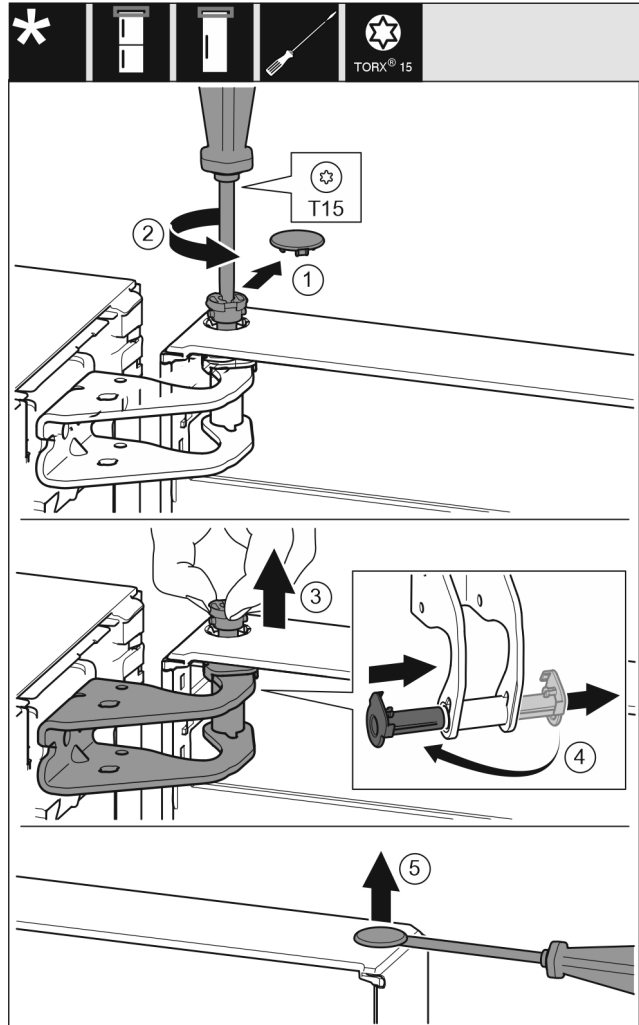

Fig. 7
- ▶ Træk forsigtigt sikringsafdækningen af. Fig. 7 (1)
- ▶ Skru bolten lidt ud med en skruetrækker T15. Fig. 7 (2)
- ▶ Hold fast i døren, og træk boltens ud med fingrene. Fig. 7 (3)
- ▶ Træk lejebøsningen ud af føringen. Sæt den i fra den anden side, og lad den gå i indgreb. Fig. 7 (4)
- ▶ Løft forsigtigt propperne ud af lågens lejebøsning med en kærveskruetrækker, og træk dem ud. Fig. 7 (5)